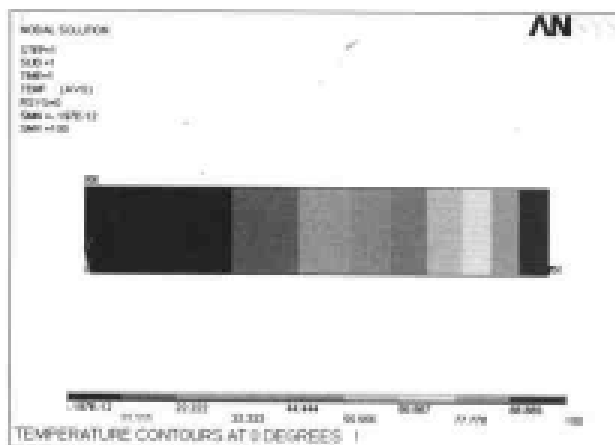

图 9-93 $\theta=0^\circ$ 时圆柱体纵截面温度场分布图
(2) 选择 Utility Menu | File | Change Title 命令，出现 Change Title 对话框，在文本框中输入 TEMPERATURE CONTOURS AT 0 DEGREES，单击 OK 按钮关闭该对话框。
(3) 选择 Main Menu | General Postproc | Plot Results | Contour Plot | Nodal Solu 命令，出现 Contour Nodal Solution Data 对话框，选择 Nodal Solu | DOF Solution | Nodal Temperature 选项，单击 OK 按钮，ANSYS 显示窗口显示 $\theta=0^\circ$ 时圆柱体纵截面温度场等值线图，如图 9-93 所示。